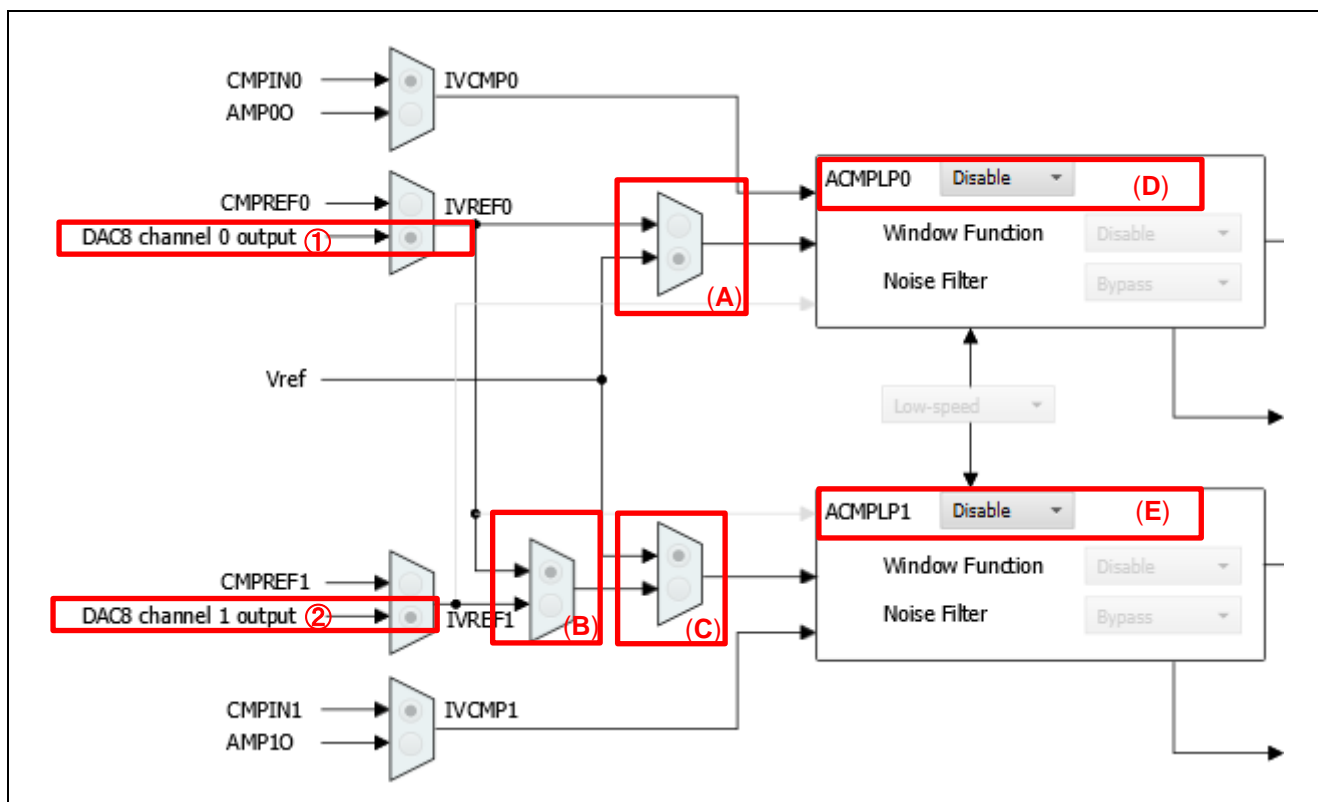

図 3-4 ACMLPLP の設定例
- ACMLPLP の「DAC8 channel 0 output」を選択した場合(図 3-4 の①)
- 図 3-4 の(A)で Vref を選択した場合
- ACMLPLP0 を「Disable」に選択した場合(図 3-4 の(D))
- 図 3-4 の(B)で IVREF0 を選択、図 3-4 の(C)で Vref を選択、かつ ACMLPLP1 を「Enable」に選択した場合(図 3-4 の(E)を Enable に設定)
上記 ACMPPL0 の設定では図 3-4 の①の設定が無効となります。そのため、図 3-4 の①を「DAC8 channel 0 output」から「CMPREF0」に変更してください。
■ ACMPPLP の「DAC8 channel 1 output」を選択した場合(図 3-4 の②)
- 図 3-4 の(B)で IVREF0 を選択した場合
- 図 3-4 の(C)で Vref を選択した場合